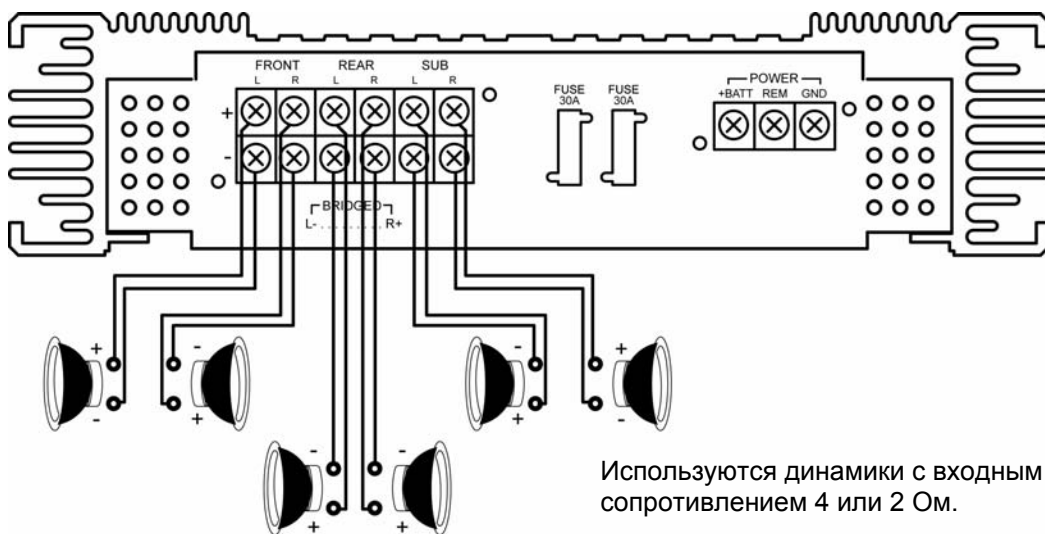
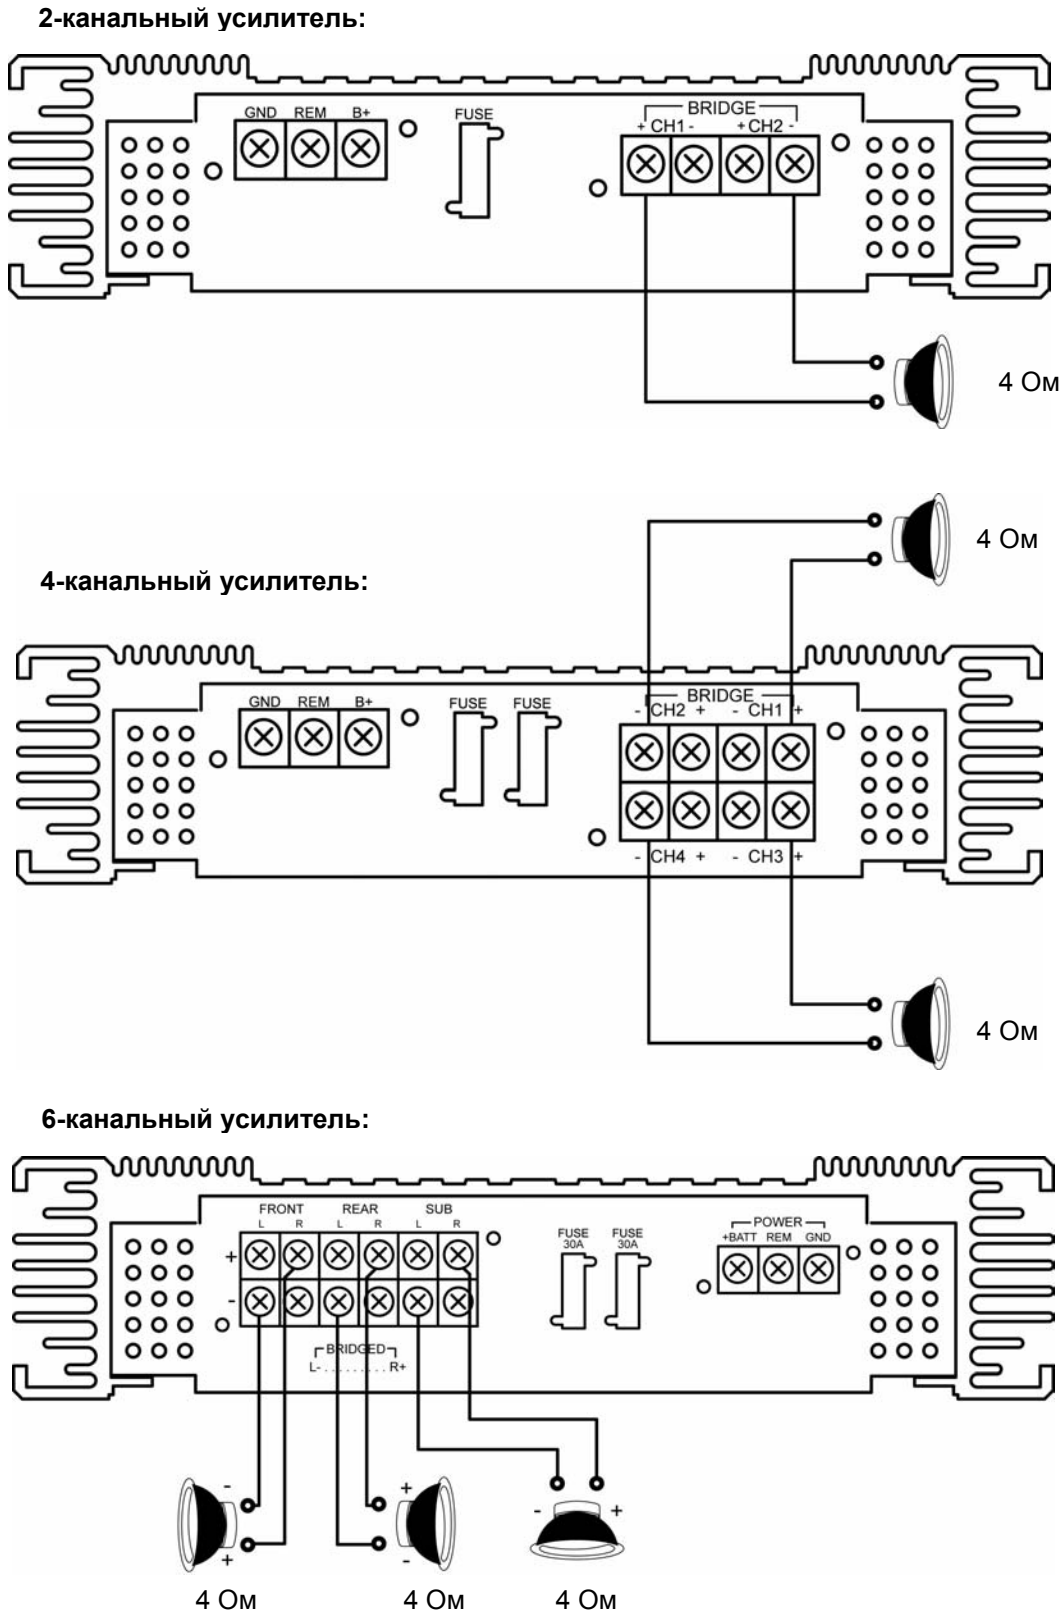

Рис. 4
Рис. 5
**Подключение динамиков в режиме стерео (рис. 4)**
**Подключение динамиков по мостовой схеме (рис. 5)**
Каждая пара каналов усилителя может включаться как в стерео режиме (рис. 4), так и по мостовой схеме (рис. 5). Обратите внимание, что динамики имеют определенную полярность, которую надо учитывать при подключении. Если положительная клемма динамика не имеет явной подписи "+", то она может маркироваться точкой.